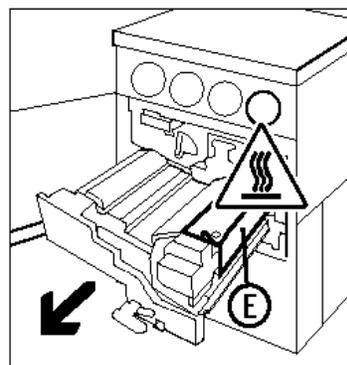

Abb. 42: Papierwegmodul herausziehen
- 3 Das Papierwegmodul herausziehen, bis es vollständig offen liegt (s. Abb. 42).